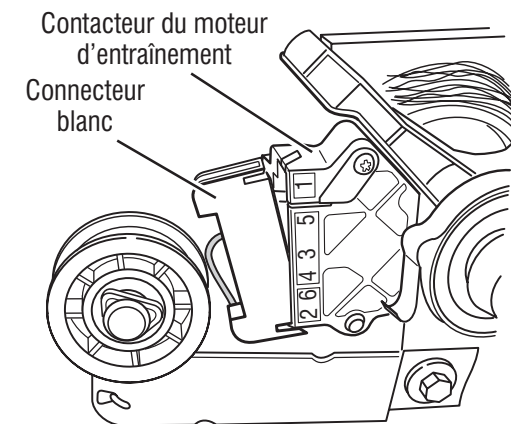

Figure 17 - Débrancher le connecteur blanc.
8. Débrancher le connecteur blanc du contacteur du moteur d'entraînement. Voir figure 17.